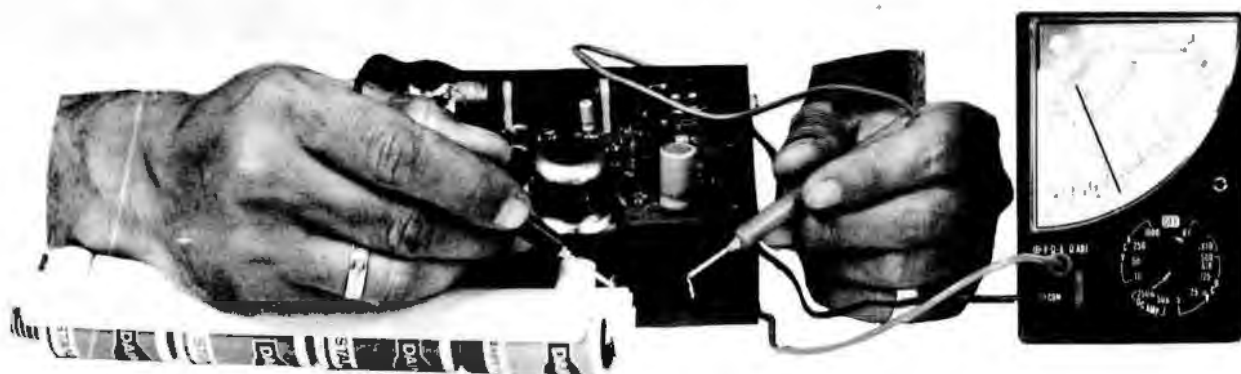

FIGURA 3.
- 2.º Si dispone de un receptor de transistores coloque las puntas de prueba tal como indica la figura 3; en serie con las pilas de alimentación, o fuente de tensión con o sin estabilización. Ponga el receptor en marcha y al sintonizar una emisora observará cómo la cuchilla varía constantemente de posición al unísono de las notas musicales o habladas. Cuanto más suba el volumen del receptor, mayor desplazamiento ofrecerá la misma. En cambio, si baja el volumen del receptor comprobará el consumo de éste en reposo, valor comprendido según el circuito de 3 a 20 mA aproximadamente.